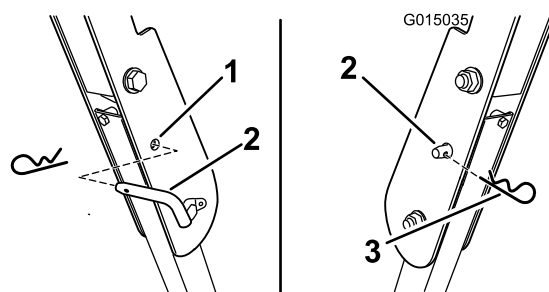

Figure 11
3. Mettez en place les goupilles de verrouillage. Fixez les goupilles de verrouillage avec la goupille fendue (Figure 11).
4. Pour abaisser l'arceau de sécurité, retirez la goupille fendue puis la goupille de verrouillage (Figure 11).